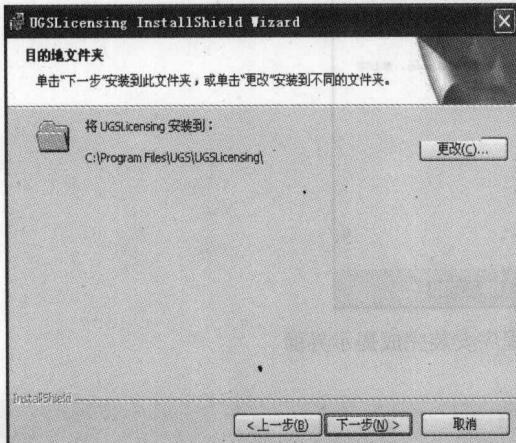

图 1-5 安装许可证文件路径界面
(7) 单击 **[下一步(N)>]** 按钮出现安装许可证文件路径界面，如图 1-5 所示。